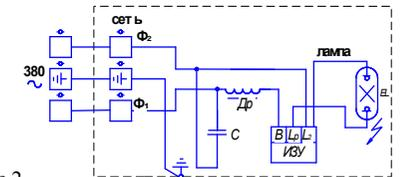

Рис.2
8.1 Подвесить светильник за узел подвеса (1), установить отражатель (2) на скобу корпуса светильника (3), при этом винт на отражателе вывернуть на ¼, вставить отражатель и закрепить винтом (4); распределительную коробку (5) для питания сети закрепить на конструкции теплицы; светильник подключить согласно схемы (рис.2) с помощью клемм «Wago-3» (6) и соединительной клеммы 773-302 (7); вернуть лампу (8) в патрон (9).